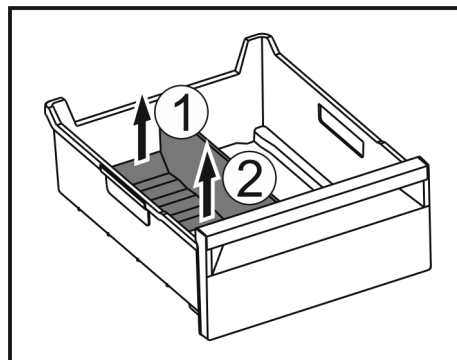

Fig. 234
- Sollevare la parte posteriore del divisore dello scomparto del ghiaccio. Fig. 234 (1)
- Rimuovere il divisore dello scomparto del ghiaccio verso l'alto. Fig. 234 (2)